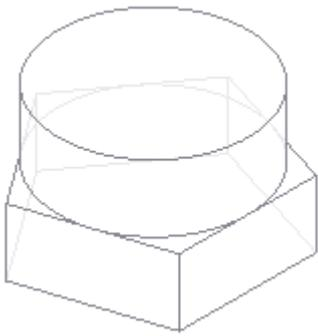

Рис. 5.35
7. Модель цилиндра формируем с помощью операции  **Приклеить выдавливанием** на расстояние **50** (рис. 5.35).